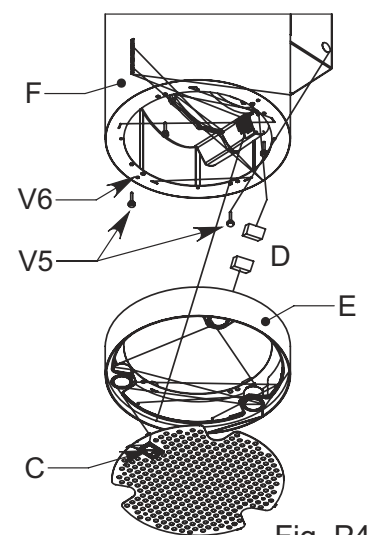

Fig. P4
- 1) Rimuovere il filtro metallico agendo sulla maniglietta (C).
- 2) Disconnettere il connettore (D) del cavo dei faretti.
- 3) Rimuovere il corpo (E) dal cono (F) svitando le 4 viti metriche M4 zigrinate (V5).
- 4) Svitare leggermente le 2 viti metriche di centratura e di antirotazione (V6) presenti nella flangia inferiore del cono (F); centrare le asole del vetro con le viti metriche.
- 5) Agganciare il corpo (E) al cono (F) con le 4 viti metriche M4 zigrinate.
- 6) Riconnettere il connettore (D).
- 7) Riagganciare il filtro metallico agendo sulla maniglietta (C) - Fig. P4.